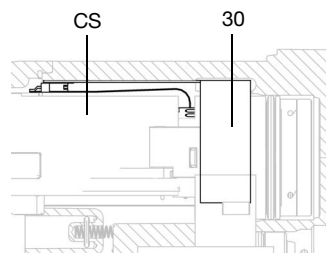

Fig. 32. Raccordement du circuit flexible
- Pour détacher l'alimentation électrique (7) de la turbine (8), débranchez le connecteur ruban à 3 fils (PC) de l'alimentation électrique. Voir FIGURE 32.
- Introduisez l'alimentation électrique/la turbine dans le corps du pistolet (10). Assurez-vous que les barrettes de terre (EE) sont bien en contact avec la poignée.
Modèles Smart uniquement : Alignez le connecteur du circuit flexible à 6 broches (30) avec la prise (CS) en haut de la poignée. Voir FIGURE 32.